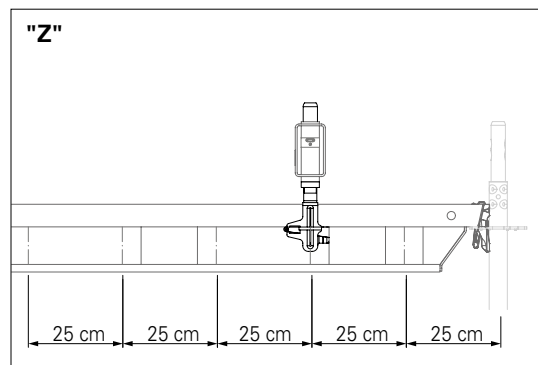

Fig. A8.02a
2. Montér bjælkeytteren (**39**) med 25 cm intervaller på horisontalen (**3**). (Fig. A8.02a)